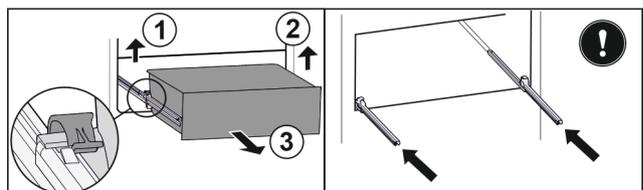

Fig. 46
- ▶ Linker klem optillen en gelijktijdig lade links naar voren trekken. Fig. 46 (1)
- ▶ Rechter klem optillen en gelijktijdig lade rechts naar voren trekken. Fig. 46 (2)
- ▶ Lade naar voren toe verwijderen. Fig. 46 (3)